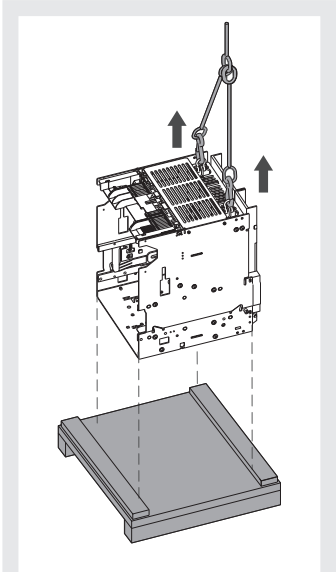

Abbildung 17
- Das feste Teil vom Untersatz der Verpackung mit Hilfe der beiden Kranhaken heben, die als serienmäßiger Lieferumfang zum festen Teil gehören. Siehe Abbildung 17.